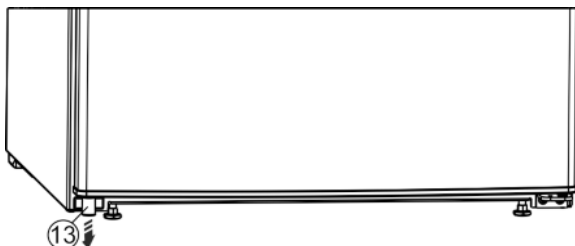

Fig. 4
- ▶ Vľavo dole z dverí vyberte dištančný diel Fig. 4 (13).